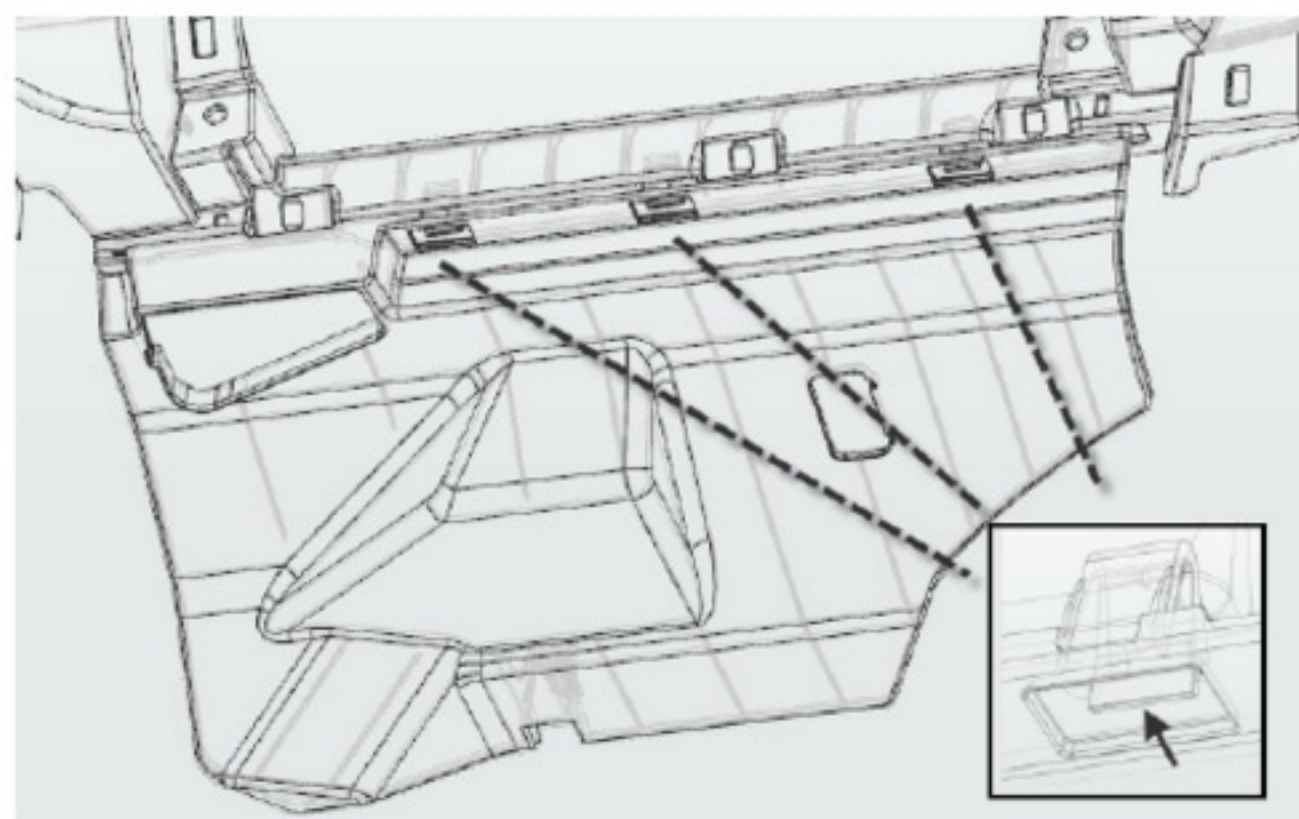

图 1-24 仪表板左/右下隔音板总成结构示意图
(1) 用一字螺丝刀沿图 1-24 箭头所指方向用力按压, 直到卡脚脱出卡扣孔;
(2) 下拉隔音板, 将所有卡扣拉出, 拔掉脚部照明灯线束接插件, 即可取下右下隔音板。